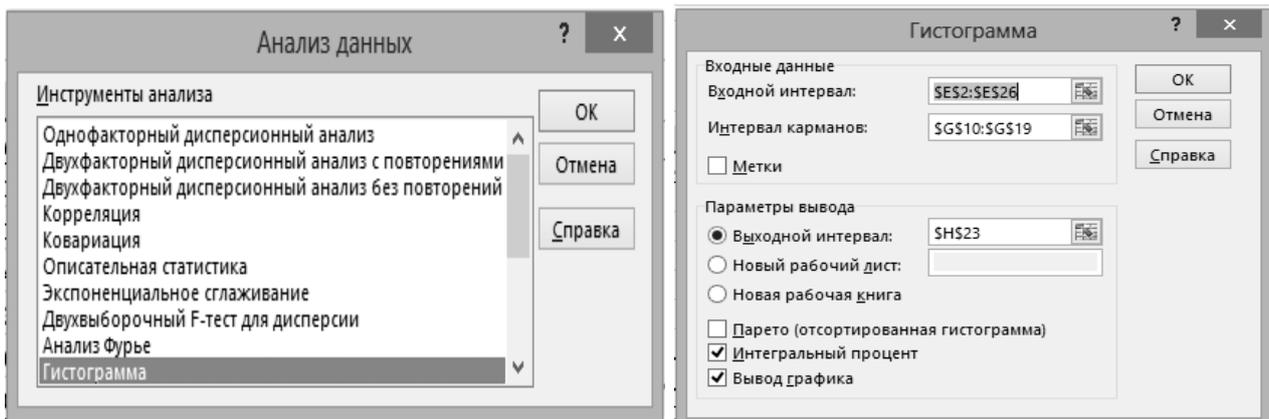

Рисунок 1.2 – Вид окна «Гистограмма»
- 3) выбрать пункт меню «Данные/Анализ данных/Гистограмма», заполнить диалоговое окно (рисунок 1.2). В окне указать: